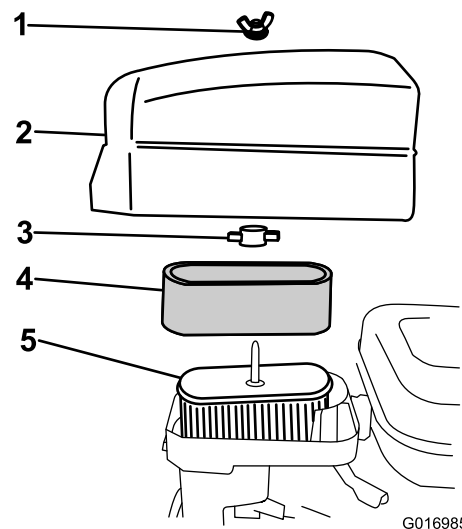

Bild 25
4. Wenn der Schaumfiltereinsatz verschmutzt ist, nehmen Sie ihn vom Papiereinsatz ab (Bild 25) und säubern ihn gründlich.